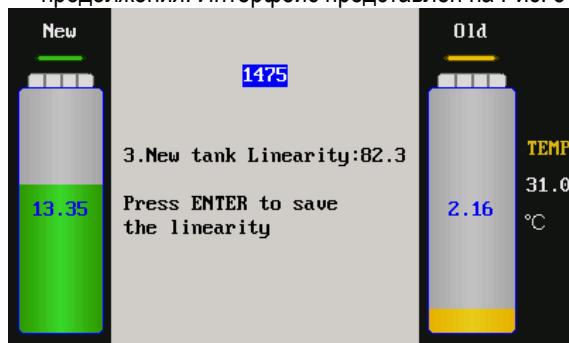

Рис. 34
- 5) 5) Поместить гирю (меру веса) на тарелку. Если значение, отображаемое на интерфейсе, является устойчивым, нажать кнопку ENTER для продолжения. Интерфейс представлен на Рис. 34.